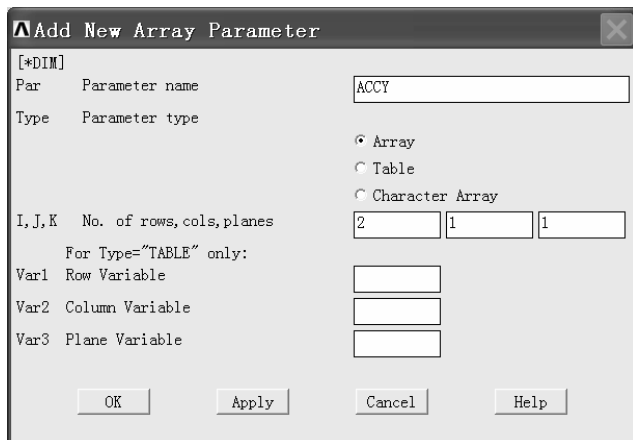

图 6-23 “Add New Array Parameter”窗口
(3) 继续单击“Array Parameters”窗口中的“Add...”按钮，再次弹出“Add New Array Parameter”窗口，在“Parameter name”后的方框中输入“ACCY”（见图 6-23），然后单击“OK”按钮返回到“Array Parameters”窗口。